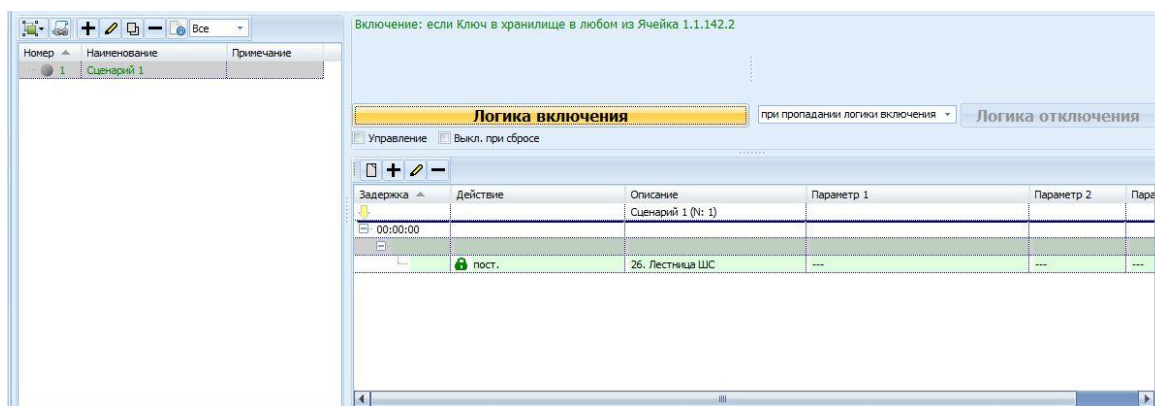

Рисунок 5.22
- Добавить в исполнительный блок сценария охранную зону, ключ от которой находится в хранилище. Указать действие с зоной – Поставить (рисунок 5.22).
- Настроить отключение сценария – при пропадании логики включения. В этом случае сценарий отключится (зона снимется с охраны), как только пропадет состояние «Ключ в хранилище» в выбранной ячейке (рисунок 5.22).